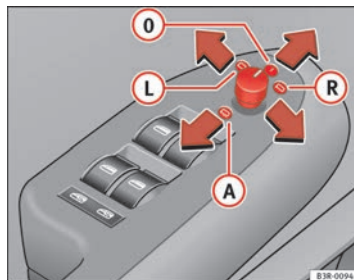

Abb. 104 Ausschnitt aus Armlehne: Drehknopf
- Drehen Sie den Drehknopf in Stellung ⇒ Abb. 104 **L** (Fahreraußenspiegel) oder in Stellung **R** (Beifahreraußenspiegel).
Beim Einlegen des Rückwärtsgangs kippt die Spiegelfläche etwas nach unten, wenn auf den Beifahreraußenspiegel umgestellt ist (Drehknopf in Stellung **R** ⇒ Seite 135, Abb. 104). Dadurch wird beim Einparken die Sicht zur Bordsteinkante ermöglicht.